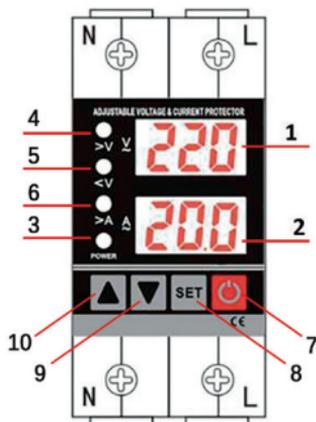

Рис. 2 – Индикация и органы управления
3.4. Прибор готов к работе. После подачи питания начнется отсчет времени задержки включения реле, по истечении которого реле замкнется, загорится синий индикатор (п. 3 рис. 2).
3.5. Для ручного отключения нагрузки от источника питания нажмите и удерживайте кнопку SET. После отключения нагрузки индикатор (п. 3 рис. 2) погаснет. Для ручного возобновления подачи питания на нагрузку нажмите и удерживайте кнопку SET.